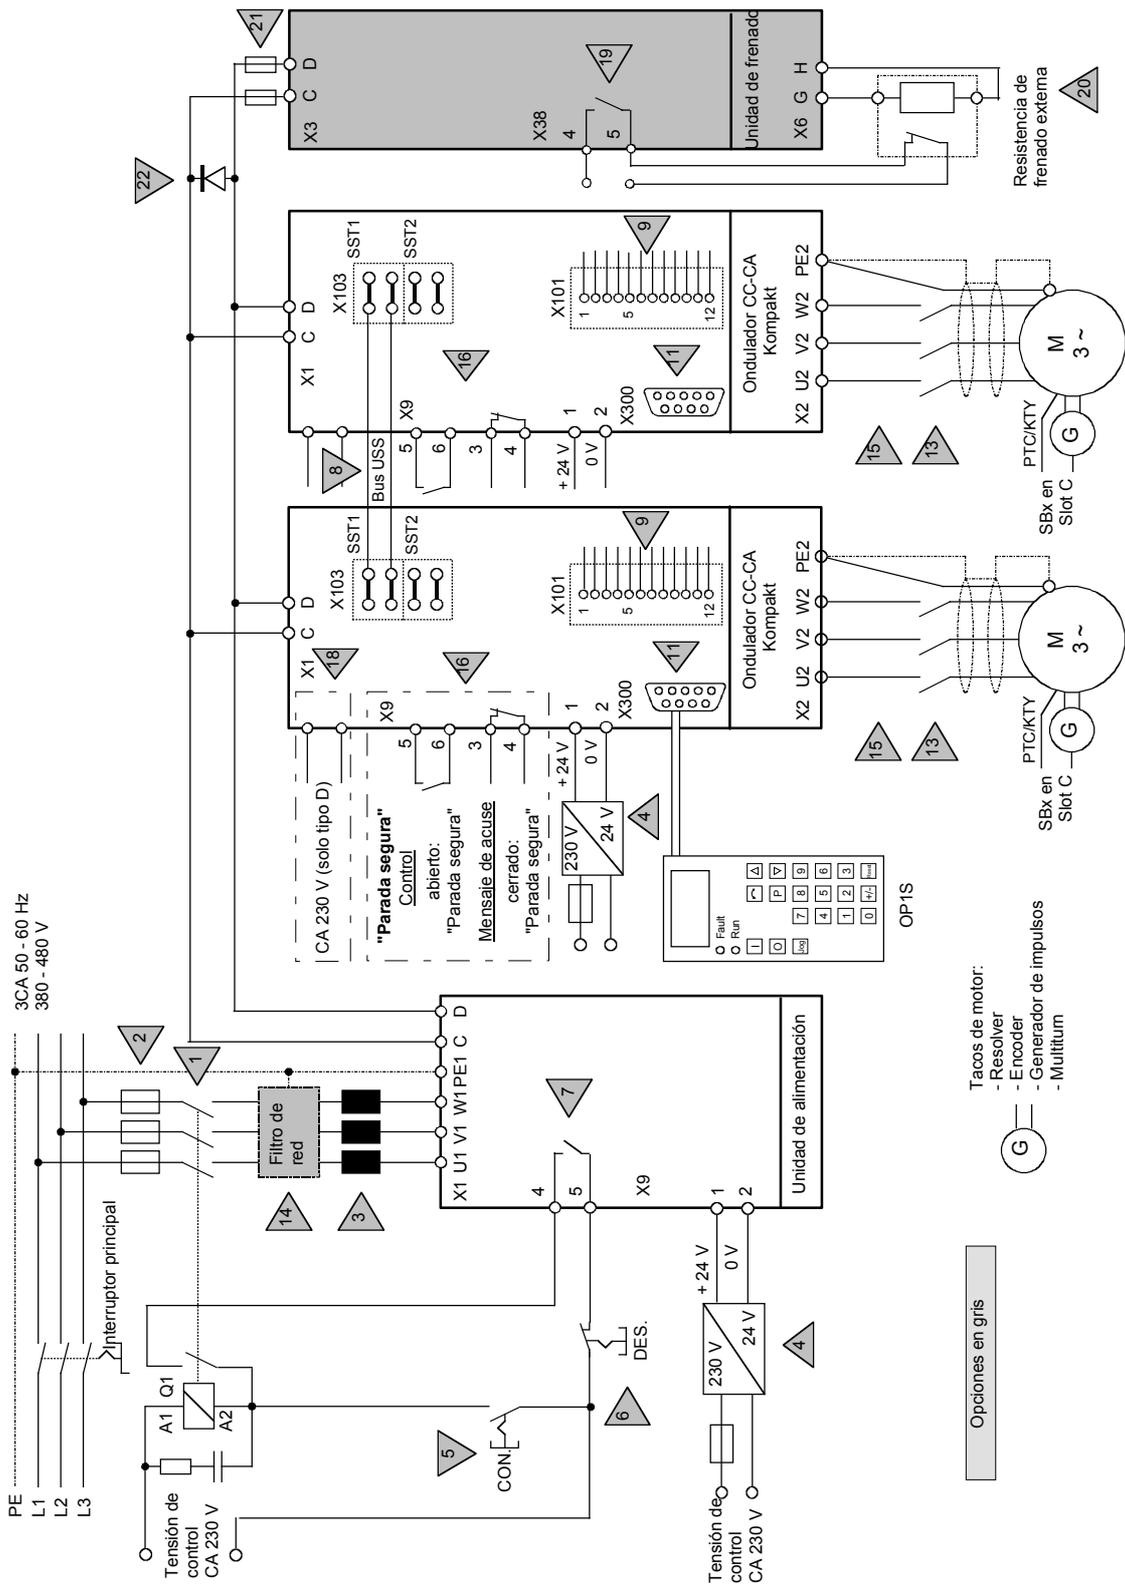

Figura 2-5 Ejemplo de instalación: accionamiento múltiple con equipos compactos
- Accionamiento multiaxial con equipos compactos (véase la figura 2-5 de la página 2-10)